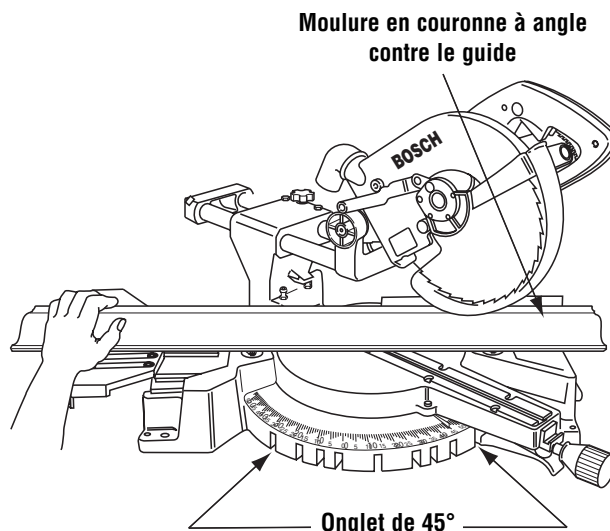

Figure 35. Moulure en couronne à angle par rapport à la table et au guide
2. Réglez l'angle d'onglet en vous reportant au tableau 1. Serrez le bouton de blocage d'onglet (Figure 35).